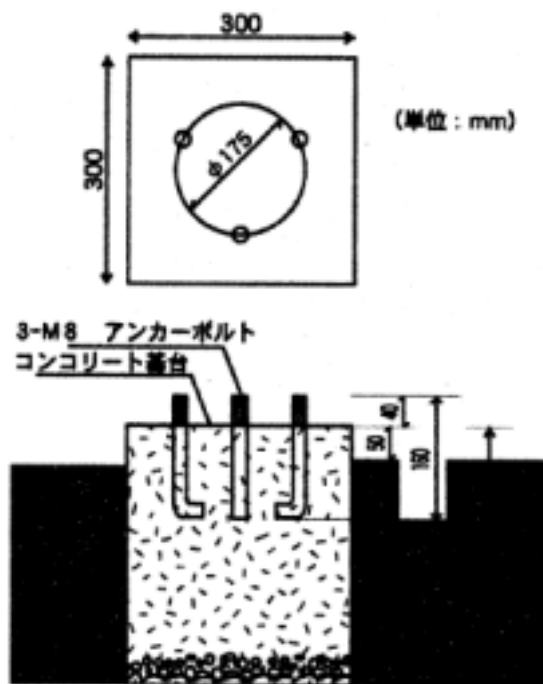
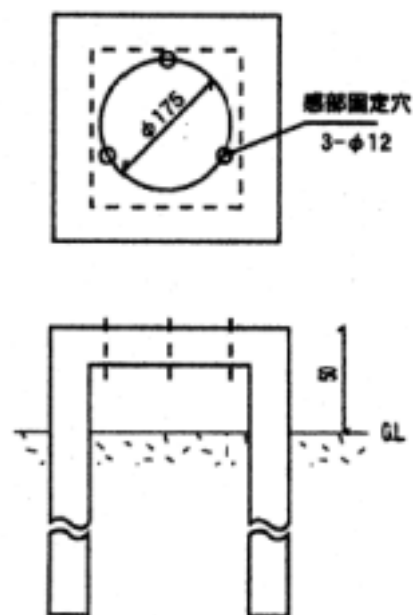

図 3-2 コンクリート基台
図 3-3 取付台
1. 雨量計感部は、図3-2のようなコンクリート基台または図3-3のような取付台を地中に埋設し、その上に水平に据え付けします。